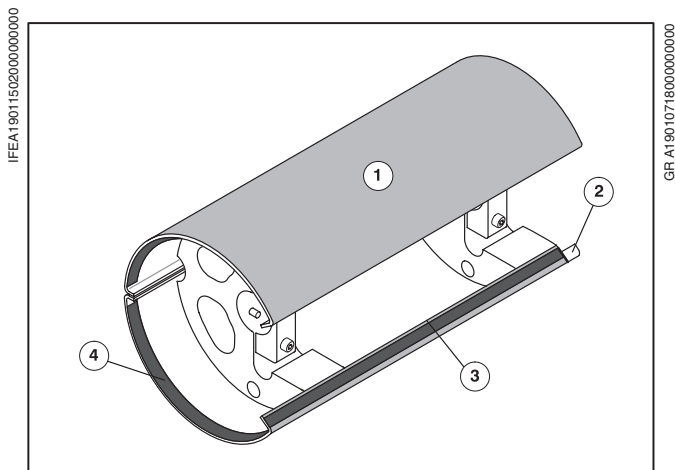

Рис. 2 Листовыводной барабан Super Blue
- ❶ **Перед чисткой** подложки, осторожно снимите с подложки сетку Super Blue (Рис. 2/❶).
- ❷ Освободите крепления сетки Super Blue на внутренней поверхности крышки (Рис. 2/❷) и на задней кромке.
- ❸ Продвиньте машину в толчковом режиме вперед до переднего края (Рис. 2/❸) сетки Super Blue.
- ❹ Освободите передний край сетки Super Blue от подложки и выньте сетку из машины.
- ❺ Удалите краску на подложке с помощью раствора - 50% воды и 50% спирта, а если нужно с помощью средства для смывки валиков.